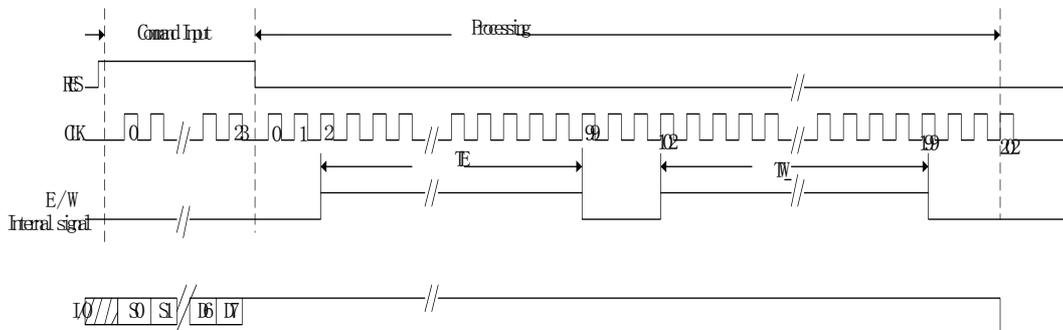

图 5 擦除并写入时序
(1) 写入/擦除，不包括写保护位。芯片能自动执行三种写入/擦除操作：
- 擦除并写入：203 个时钟周期，频率小于等于 20KHz，见图 5。